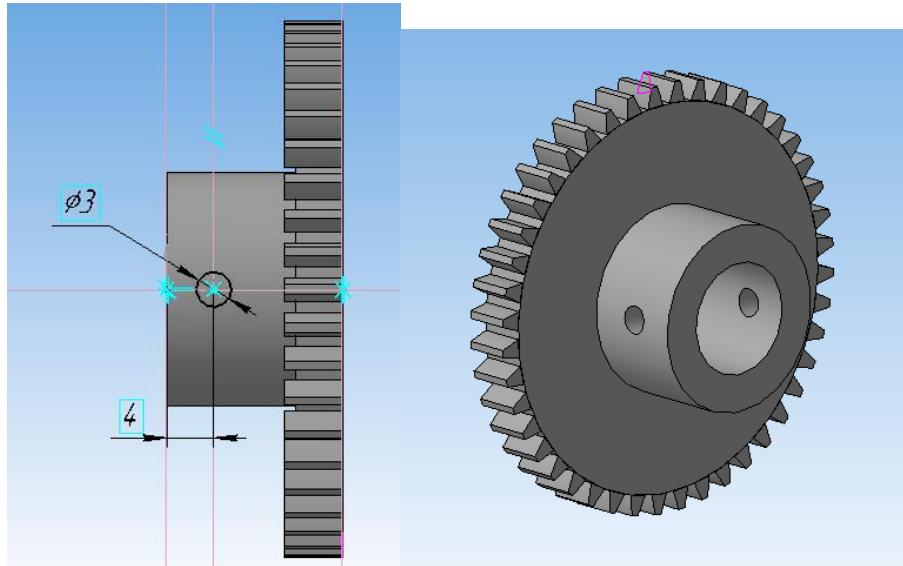

Рисунок 88.
9. Выберите команду «Вырезать выдавливанием» и вырежьте в двух направлениях с параметром «Через все». Получается сразу два отверстия (рисунок 88).